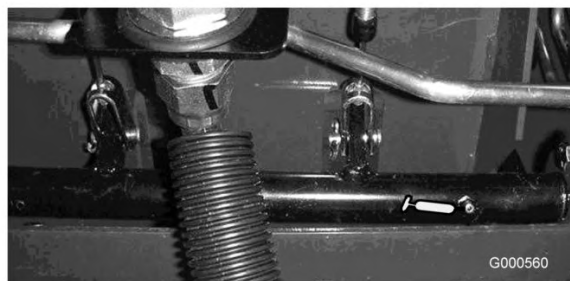

図 24
- ・ ブレーキ・シャフトのピボット・ベアリング (5ヶ所) (図 24)